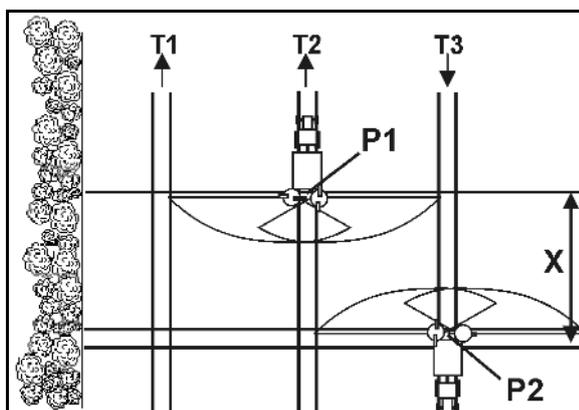

図 70
- トラムラインでポイント P1 (図 70) に到達した後、散布ディスクと枕地のトラムラインの距離が X である場合、シャッターを開きます。
- 散布ディスクが枕地の最初のトラムラインの高さにある場合には、ポイント P2 (図 70) でトラムラインから出る前にシャッターを閉じます。